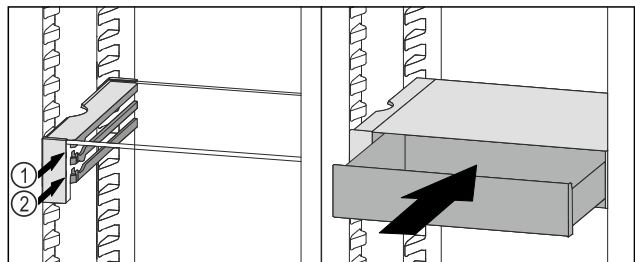

Fig. 102
- ▶ VarioSafe-Schubfach hinter den Stoppern auf gewünschter Rippe Fig. 102 (1) oder Fig. 102 (2) aufsetzen.